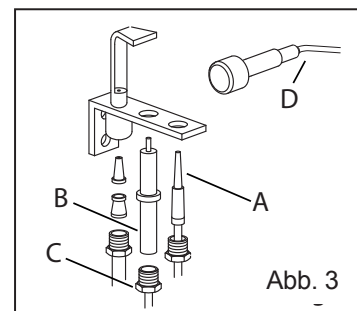

Abb. 3
- Die Einspritzdüse abschrauben (Abb. 3)
- Thermosteuelement vom Zündbrenner abschrauben (Abb. 3/A)
- Hochspannungskabel von der Zündkerze trennen (Abb. 3/B)
- Mutter lösen (Abb. 3/C)
- Hochspannungskabel wieder anschließen (Abb. 3/B)
- Kabel von der Piezozündung trennen (Abb. 3/D)